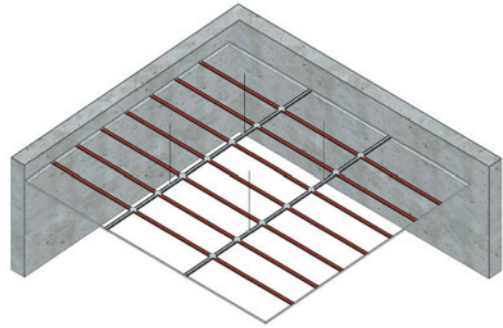

Fig. 6
- Mise en place de l'ensemble des entretoises F47 Knauf 1,15 m (Fig. 6)